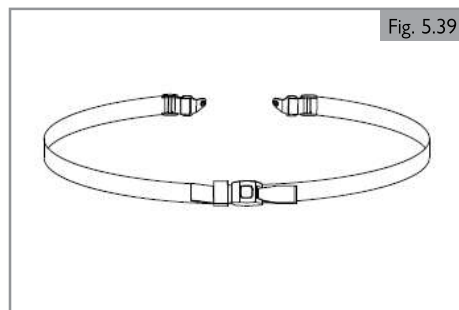

Fig. 5.39
**5.13 Cinturón pélvico y cinturón de posicionamiento del usuario sentado (Fig. 5.39)****⚠ ¡PELIGRO! ¡ADVERTENCIA!**